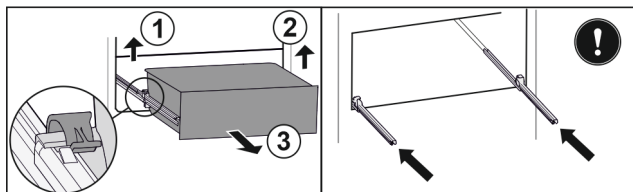

Fig. 131
- Повдигнете лявата скоба и едновременно с това изтеглете напред чекмеджето отляво. Fig. 131 (1)
- ▶ Повдигнете дясната скоба и едновременно с това изтеглете напред чекмеджето отдясно. *Fig. 131 (2)*
- ▶ Извадете чекмеджето напред. *Fig. 131 (3)*